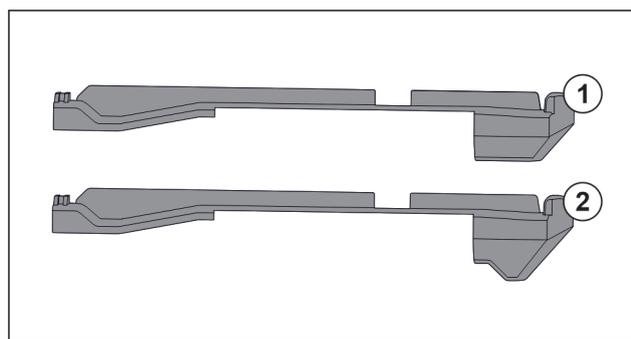

Fig. 75 Comparaison des éléments emboîtables
L'appareil comprend deux éléments emboîtables différents. L'élément emboîtable au-dessus du tiroir inférieur Fig. 75 (2) a un bord triangulaire. Tous les autres éléments emboîtables Fig. 75 (1) ont un bord droit.
- Poser l'élément emboîtable Fig. 75 (2) avec le bord triangulaire sur le tiroir inférieur.
- Poser l'élément emboîtable Fig. 75 (1) avec le bord droit à tous les autres endroits.